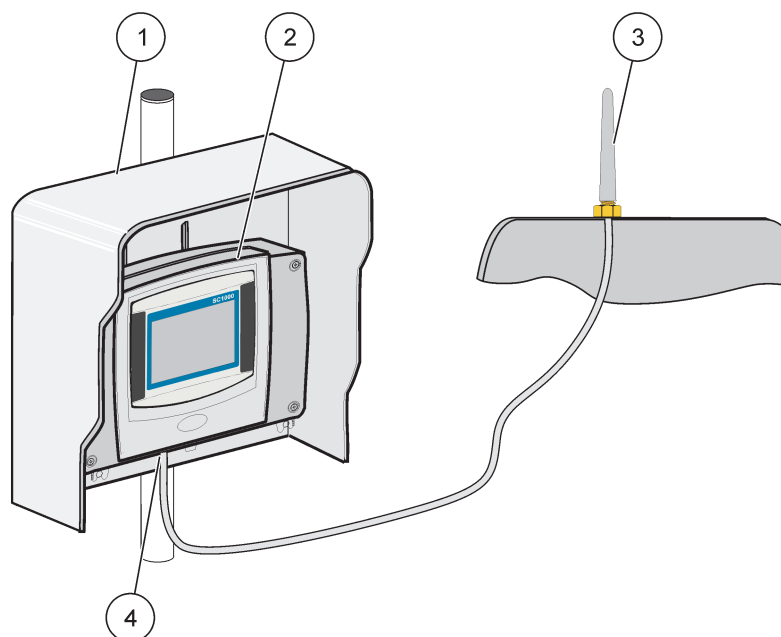

Figura 35 Conecte la antena de GSM externa
4. Instale el cable de la antena a la conexión de antena de GSM en el módulo de la pantalla (Figura 7). Use el adaptador suministrado para el conector de la antena y la conexión de la antena de GSM (Figura 35).